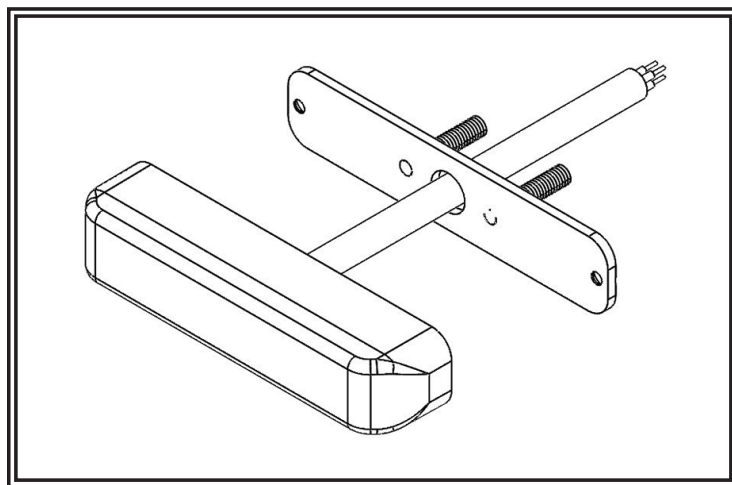

Figure 4
Étape 1 Faites passer le câble de la tête d'éclairage dans le trou central du support de fixation du montant. Les trous fraisés et montants doivent être orientés à l'écart de la tête d'éclairage. Fixez le support de fixation du montant à la tête d'éclairage à l'aide des deux vis à tête plate M 2,5 x 10 mm (non illustrées). Voir la Figure 4.